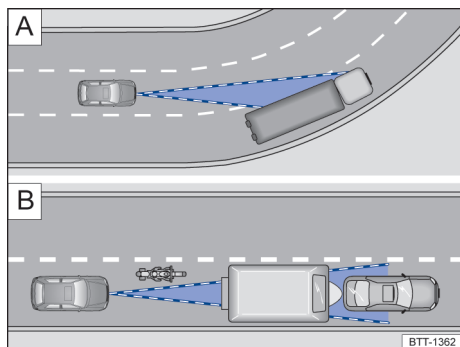

Fig. 118 A Condução em curva. B Veículos fora da área de alcance do sensor do radar.
O sensor do radar sempre realiza as medições em sentido reto. Por isso, veículos em curvas fechadas podem ser acidentalmente detectados ou veículos à frente podem não ser detectados → Fig. 118 A.
- Veículos que conduzem fora da área do sensor em pequena distância do próprio veículo, por exemplo, motocicletas → Fig. 118 B.